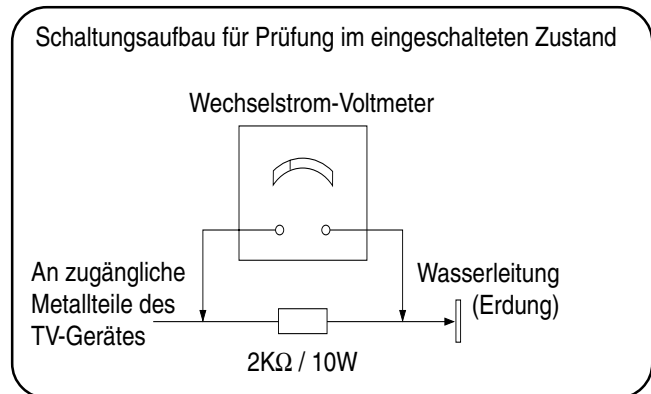

Abb.1a Messung des Kriechstromes
2. Einen  $2k\Omega/10W$ -Widerstand in Serie mit einem von außen zugänglichen Metallteil am Fernsehgerät und einer guten Erdung, z.B. Wasserleitung, anschließen (Abb.1a).